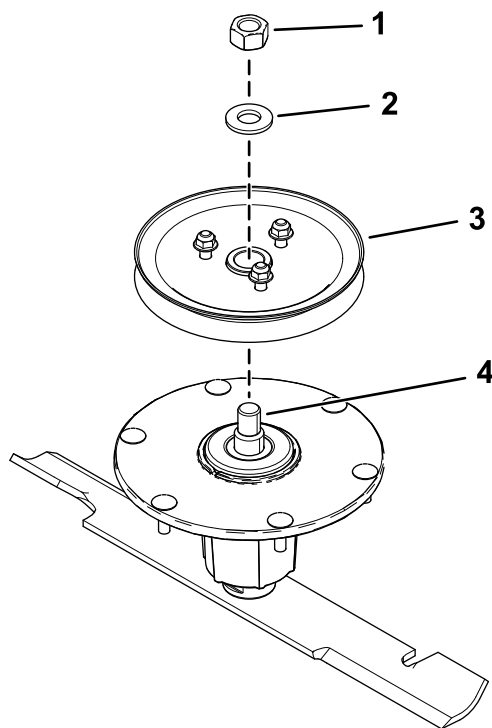

Figura 4
4. Montate il gruppo gola sull'alberino con la rondella e il dado superiore (Figura 4)